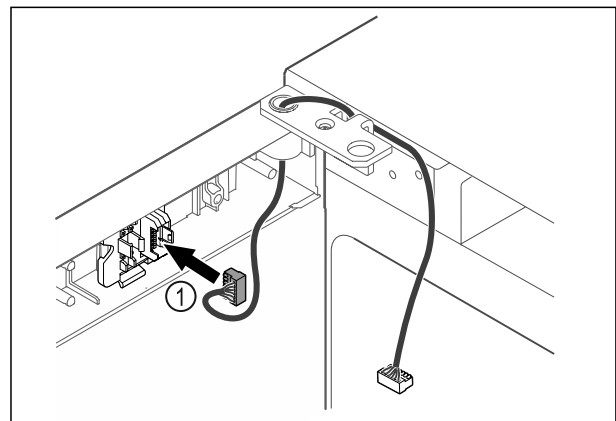

Fig. 38
- ▶ Stekker Fig. 38 (1) in stekkerhouder steken.